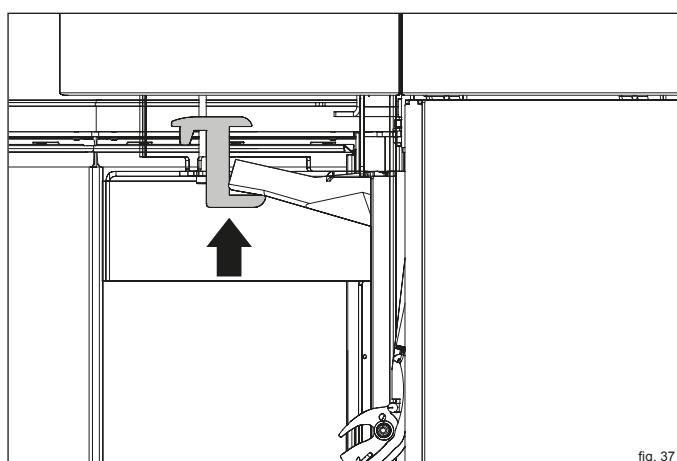

fig. 37
- Spingere in alto il supporto della pietra termica (fig. 37).